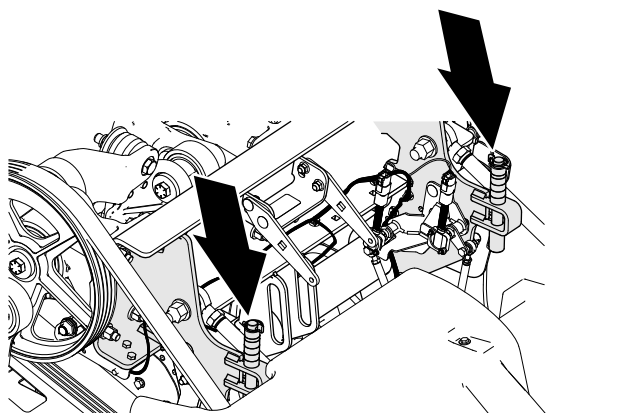
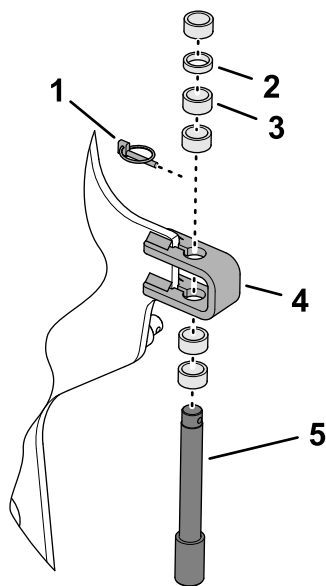

Рисунок 120
Рисунок 121
3. Снимите шплинт с кольцом, с помощью которого штифт и проставки ограничителя глубины крепятся к стопорному кронштейну (Рисунок 120 и Рисунок 121).